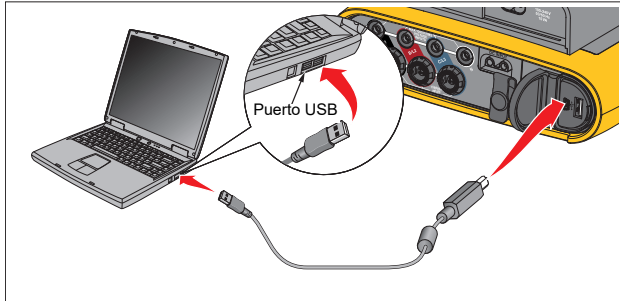

Figura 11. Conexiones del Power Logger con el PC
3. Conecte el cable USB a los puertos USB del ordenador y el Registrador. Consulte la Figura 11.